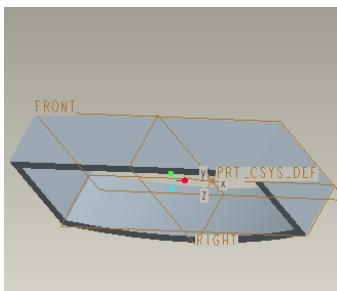

图 1-15 缺省方向显示
(12) 单击窗口右侧快捷工具栏中的“保存的视图列表”按钮, 并在打开的下拉列表中单击“缺省方向”选项, 操作界面中的边框会自动更改显示方向, 如图 1-15 所示。